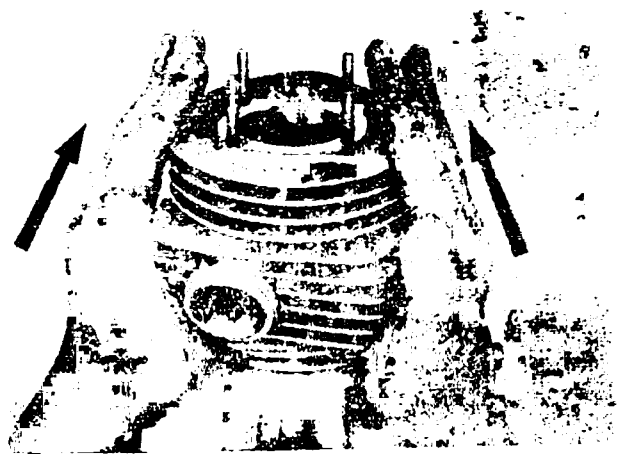

Bild 27. So wird der Zylinder bei RT-Modellen abgenommen
22. Zylinder abnehmen (Bild 27). Achtung, Fuß- und Deckeldichtung nicht beschädigen! Einbaulage der Deckeldichtung kennzeichnen!